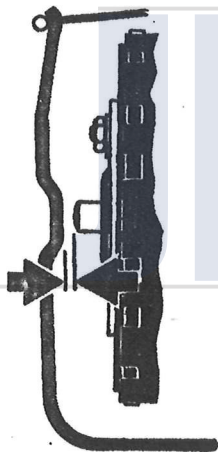

fig. 1
- kabel zover door het handel trekken, dat de afstand tussen de pijlen in fig. 1 niet groter is dan 0,5 - 1 mm